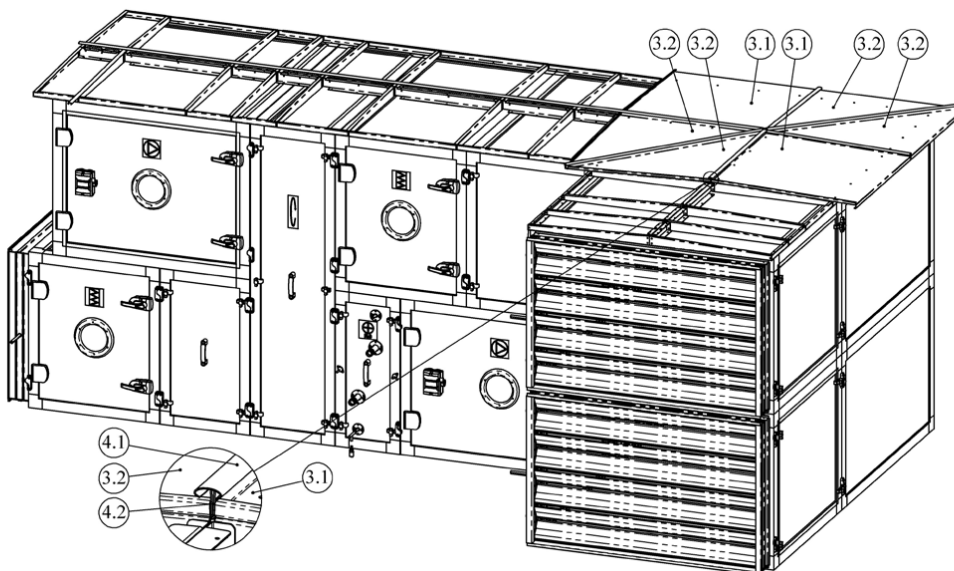

Abbildung 6.4
4. Platzieren Sie Segmente des Eckdachs wie in Abbildung 6.4 dargestellt.